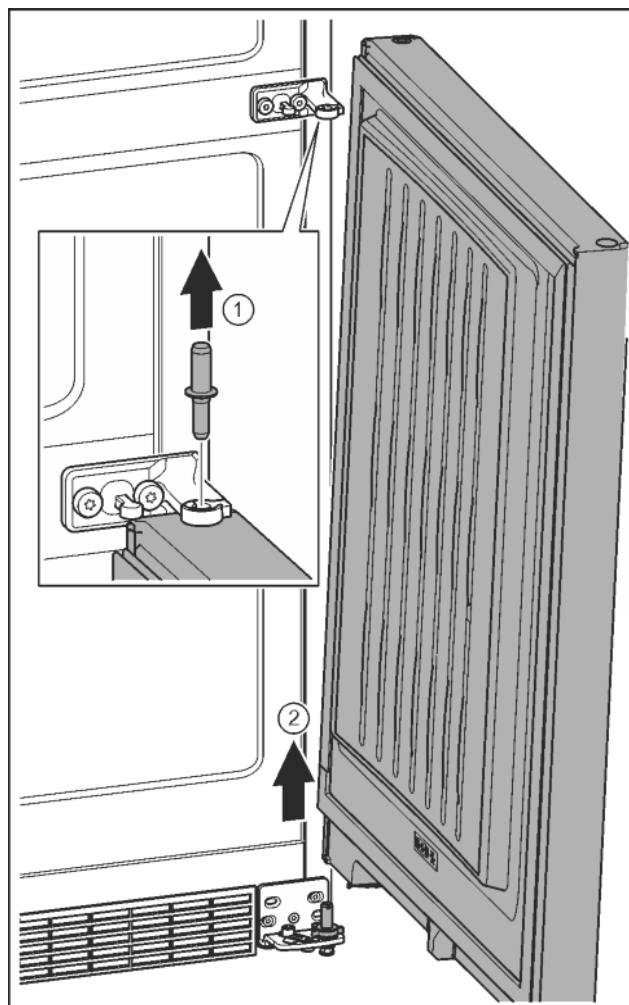

Fig. 12
- Sortir le boulon par le haut. *Fig. 12 (1)*
- Faire basculer la porte vers l'extérieur, la tirer vers le haut et la mettre de côté. *Fig. 12 (2)*